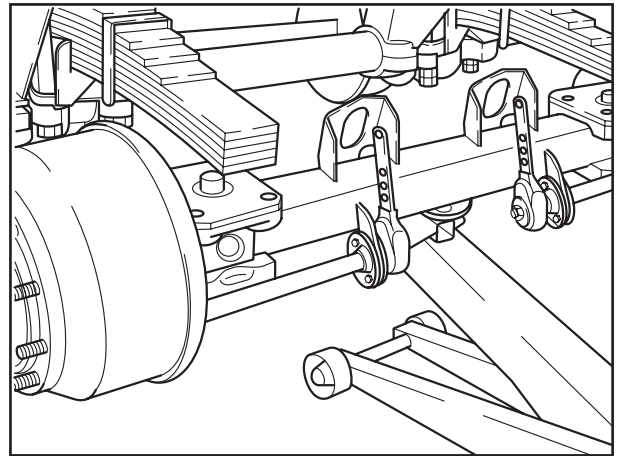

Fig. 1
- [6] Achse ablassen und herausfahren (Fig. 1).
- [6] Lower the axle and pull it out (Fig. 1).
- [6] Abaisser l'essieu et le sortir (fig. 1).